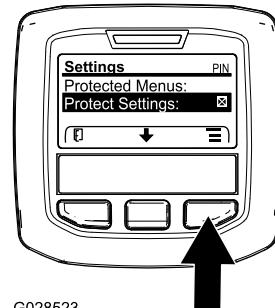

図 10
- MAIN メインメニューから中央ボタンで下へスクロールしていくと SETTINGS 設定メニューがありますから、ここで右ボタンを押します図 10。